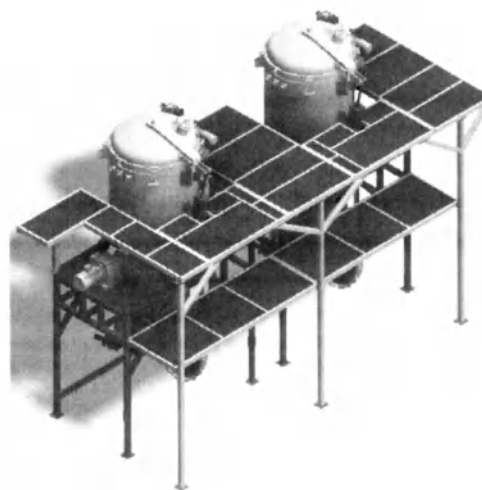

Рисунок 14
- ◆ Соберите нижнюю часть платформы, поднимите её в положение установки; соедините и зафиксируйте платформу к длинным колоннам и держателю модулей; затяните болты. (Рис. 14)